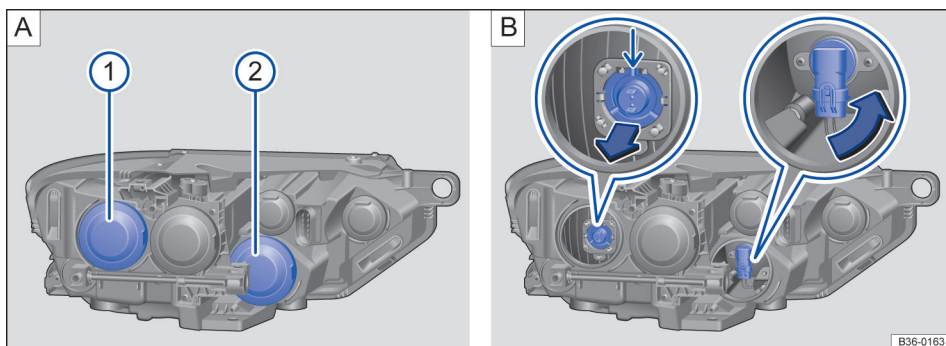
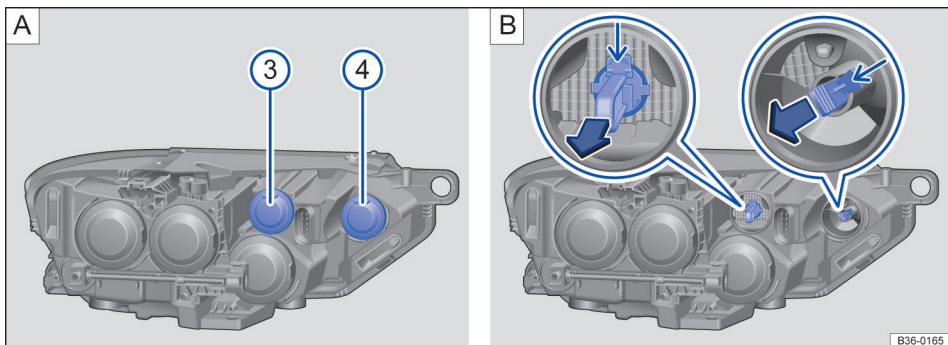

Fig. 217 No compartimento do motor: coberturas do farol dianteiro esquerdo para o farol alto e baixo.
Fig. 218 No compartimento do motor: coberturas do farol dianteiro esquerdo para o indicador de direção e luz de posição.
→ Fig. 217 e → Fig. 218
- ① Observar a lista de controle → Página 290 e realizar as ações.
- ② **Farol baixo** → Fig. 217 ① Para a troca da lâmpada incandescente do farol baixo esquerdo, girar o volante para a direita até o batente, ou antes da substituição da lâmpada incandescente do farol direito, girar o volante para esquerda até o batente.
Farol alto → Fig. 217 ②, **indicadores de direção** → Fig. 218 ③, **luz de posição** → Fig. 218 ④ Abrir a tampa do compartimento do motor ⚠ → Página 308.
- ③ **Farol baixo** Levantar com cuidado a cobertura no protetor da caixa de roda com a lâmina plana da chave de fenda das ferramentas de bordo.
- ④ **Farol baixo** Remover a cobertura de borracha → Fig. 217 [A] ① na parte traseira do farol.
Farol alto Remover a cobertura de borracha → Fig. 217 [A] ② na parte traseira do farol.
Indicadores de direção Remover a cobertura de borracha → Fig. 218 [A] ③ na parte traseira do farol.
Luz de posição Remover a cobertura de borracha → Fig. 218 [A] ④ na parte traseira do farol.
- ⑤ **Farol baixo** Pressionar a lâmpada incandescente → Fig. 217 [B] (lupa esquerda) para cima até que ela se destrave, depois retirar no sentido da seta.
Farol alto Girar o suporte da lâmpada até o batente no sentido da seta → Fig. 217 [B] (lupa direita) até que ele se destrava e depois puxe-o para trás.
Indicadores de direção Retirar o suporte da lâmpada com a lâmpada incandescente no sentido da seta para trás → Fig. 218 [B] (lupa esquerda).
Luz de posição Retirar o suporte da lâmpada com a lâmpada incandescente no sentido da seta para trás → Fig. 218 [B] (lupa direita).
- ⑦ **Farol baixo** Colocar a lâmpada incandescente com o conector superior na abertura do farol e pressionar para baixo. O ressalto da lâmpada incandescente deve estar em cima do ressalto do farol → Fig. 217 [B] (seta pequena, lupa esquerda).
Farol alto Inserir o suporte da lâmpada no farol e girar até o batente no sentido contrário da seta → Fig. 217 [B] (lupa direita). ▶
Indicadores de direção Inserir o suporte da lâmpada com a lâmpada incandescente no farol até o batente. Para isso, puxar os ressaltos estreitos → Fig. 218 [B] (lupa esquerda, seta pequena) para cima ou para baixo.
Luz de posição Inserir o suporte da lâmpada com a lâmpada incandescente no farol até o batente. Para isso, o ressalto → Fig. 218 [B] (lupa direita, seta pequena) deve apontar para a direita.